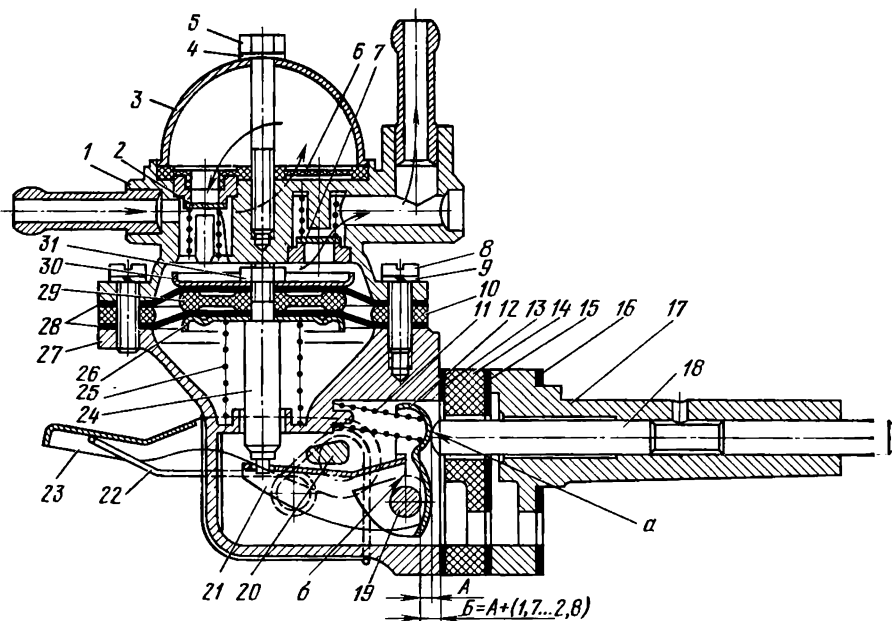
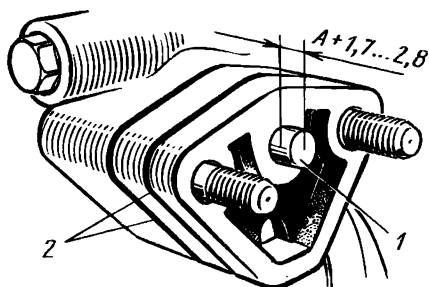

Рис. 80. Топливный насос:
Рис. 95. Установка штанги привода топливного насоса:
- пометить положение нижнего и верхнего корпусов относительно друг друга, отвернуть винты 8 (рис. 80) и снять верхний корпус в сборе;
При установке насоса, не стоявшего на автомобиле, а также при замене штанги 18, направляющей 17, проставки 14 с прокладками (см. рис. 80) необходимо регулировочными прокладками 16 обеспечить нормальную работу и проходимость топливного насоса. Перед установкой насоса необходимо нажать на рычаг 12 и замерить расстояние  $A$  — оно должно быть в пределах 1,0...1,5 мм. Затем следует установить направляющую 17 со штангой 18, проставкой 14 и прокладками 15 и 16 на шпильки крышки распределительных шестерен и, закрепив их, вернуть коленчатый вал до максимального выступания штанги 1 (рис. 95). Штанга привода насоса должна выступать над проставкой на 1,7...2,8 мм больше, чем утопает рычаг привода при выборе свободного хода. Если, например,  $A=1,5$  мм, то  $B=1,5+(1,7...2,8)=3,2...4,3$  мм. Регулировка величины выступания штанги производится за счет прокладок 2. Устанавливают шайбы и закрепляют насос гайками. Устанавливают направляющий аппарат вентилятора с генератором в сборе. Гайки крепления необходимо затянуть моментом 2,0...3,0 кгс·м. При установке масляного радиатора нужны